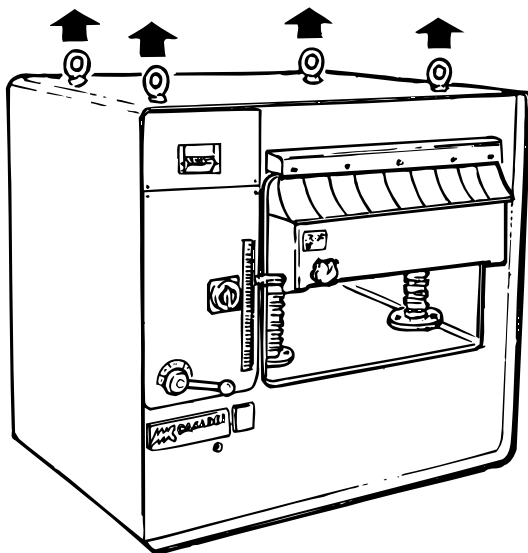

Fig. 2.1
- Sollevando la macchina con una gru disponendo di funi metalliche, catene, slings come indicato in fig. 2.1.
- by using a crane, strong wire ropes, chains or slings (as illustrated in fig. 2.1);
- Elevando la máquina con una grúa utilizando cables, cadenas, slings como se indica en la fig. 2.1.
- Levantando a máquina com uma grua que dispõe de cabos metálicos, correntes, slings como se mostra na fig. 2.1.